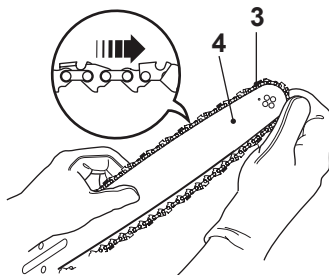

Fig. 2
3. Coloque o produto com a roda dentada de acionamento (22) voltada para cima.
- Distribua a corrente (3) com os rebordos de corte da corrente a apontar na direção de rotação e deslize a corrente na ranhura em torno da lâmina (4) (Fig. 2).